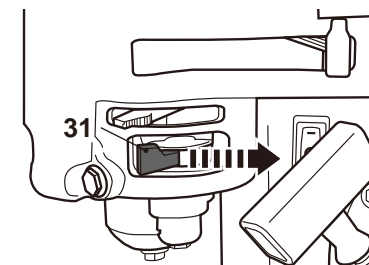

Fig. 29
- > Mova a alavanca de combustível (31) para a posição **ON** (ligada) para abrir o canal de combustível (Fig. 29).